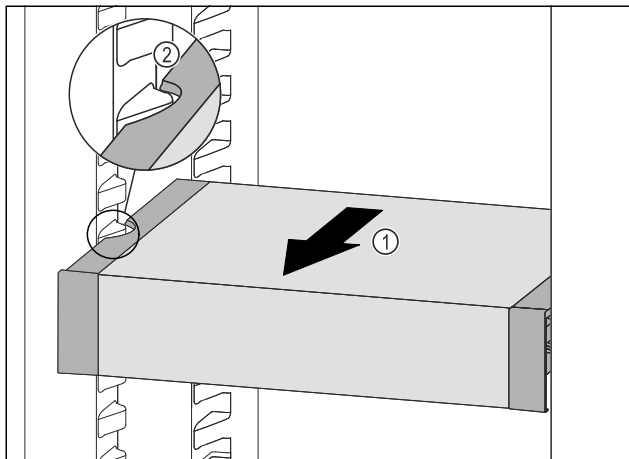

Fig. 57
- ▶ Изтеглете VarioSafe напред Fig. 57 (1), докато страничните прорези на VarioSafe се намират на височината на реброто на съда в хладилната част. Fig. 57 (2)